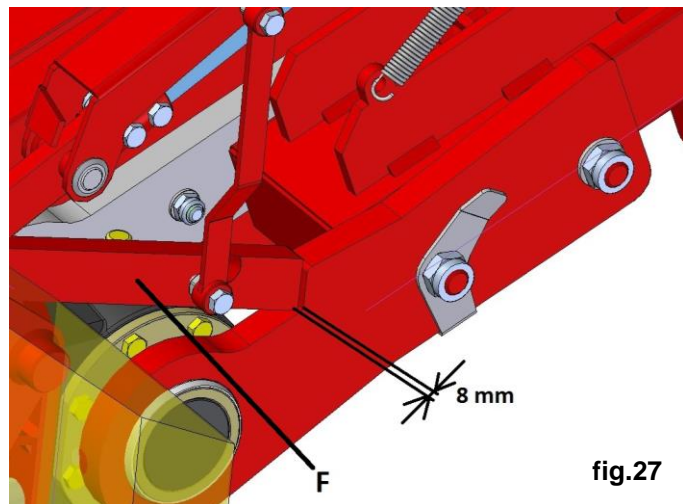

fig.27
- c. mediante il sollevatore idraulico, abbassare la barra falciante in posizione di lavoro fino a che la leva di sollevamento **F** (**fig.27**) si posizionerà ad una distanza di circa 8 mm. dalla battuta, come in **fig.27**;
- c. by using the hydraulic lift, low the disc mower in the working position until the lifting lever **F** (**fig.27**) results to a distance of about 8 mm. from its stop point, as in **fig.27**;